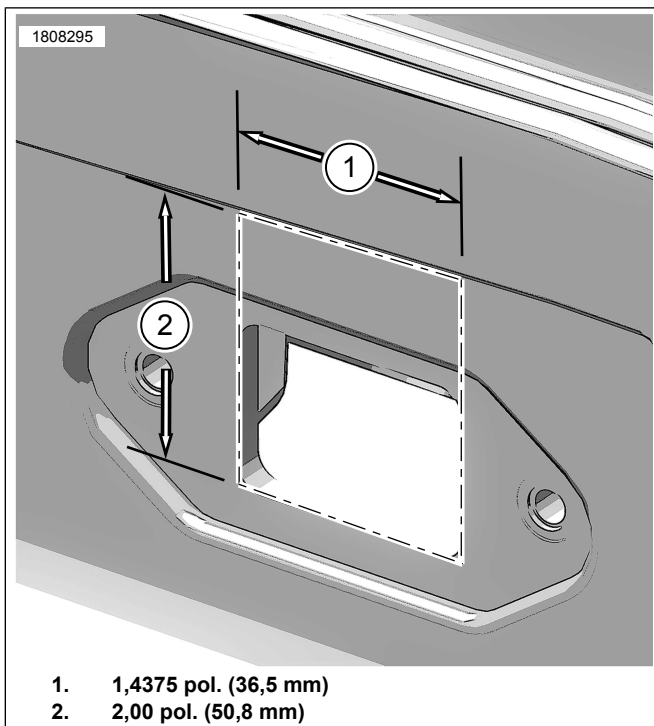

Figura 3. Dimensões do recorte do ilhó
2. Figura 3 Alargue a abertura para encaixar o ilhó.
- a. Utilizando um marcador, contorne a abertura 1,4375 pol. (36,5 mm) (1) x 2,00 pol. (50,8 mm) (2).